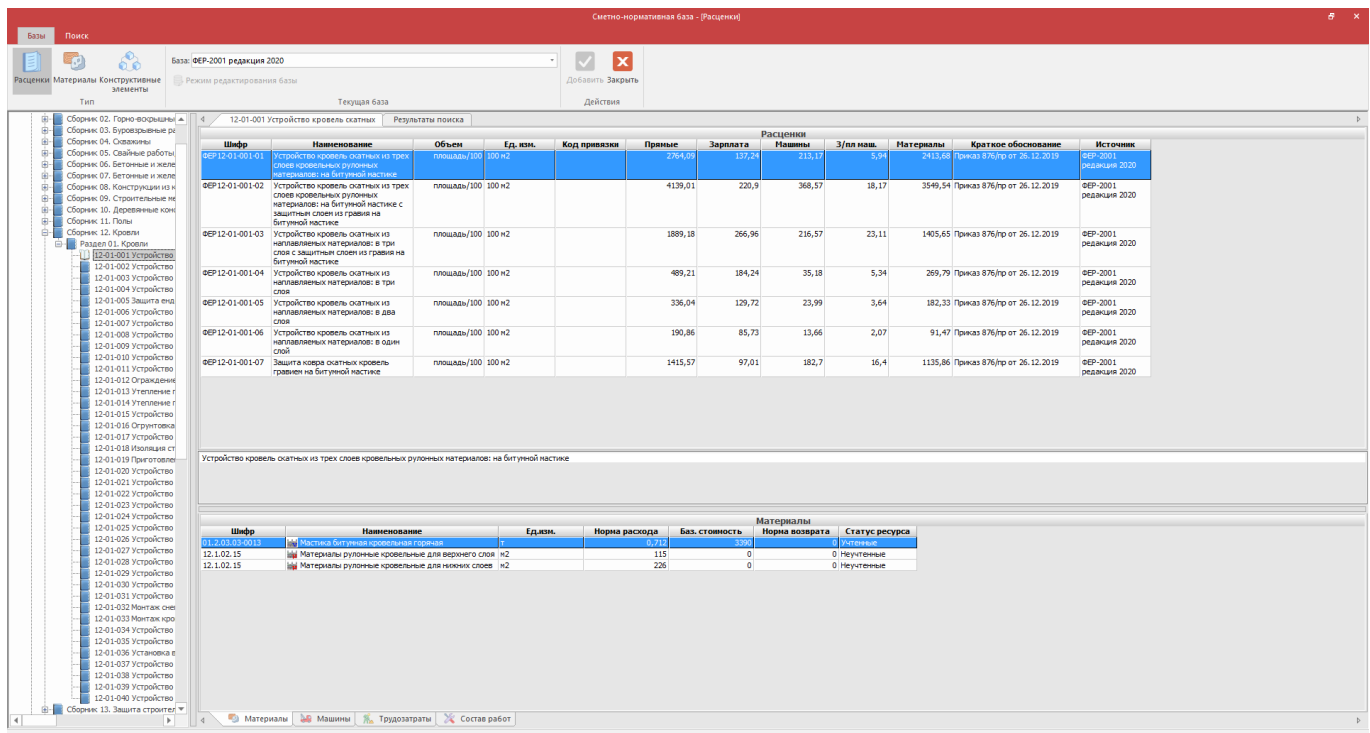

Рис. 3.4 Окно Сметно-нормативной базы
3. В открывшемся диалоговом окне Сметно-нормативная база (рис. 3.4) при помощи команд Расценки, Материалы или Конструктивные элементы, расположенных на вкладке СНБ выбрать тип данных;
1. В окне *Сметно-нормативной базы* (см. рис. 3.4) выбрать тип данных, которые необходимо найти;